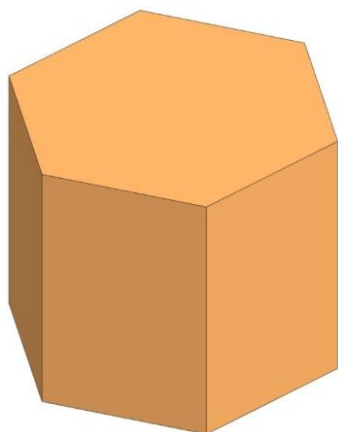

Рисунок 14 – Трехмерный элемент, созданный операцией выдавливания
1. Операция выдавливания  – создает трехмерный элемент выдавливанием контура эскиза в перпендикулярном направлении (рисунок 14).